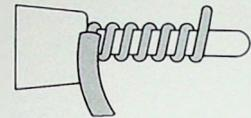

Bild 9. Schlechte Wickelverbindung mit zu großen Abständen zwischen den Windungen
- Der Abstand zwischen den einzelnen Windungen darf im Maximum 0,1 mm betragen (Bild 9).